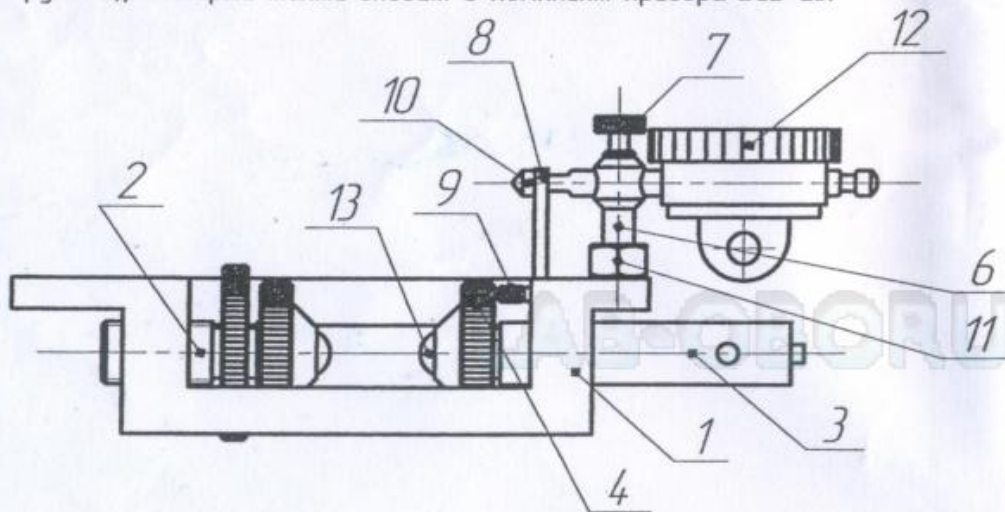

Рисунок 1 - Приставка к прибору ВСВ-25
1.1 Для определения механических свойств образцов скальных грунтов (испытание на одноосное сжатие образцов неправильной и правильной формы), а также свойств нескальных грунтов (максимальная молекулярная влажность, граница раскатывания, удельное сопротивление пенетрации) используется приставка ИЗ-ПВСВ.000 (внешний вид приставки рисунок 1)